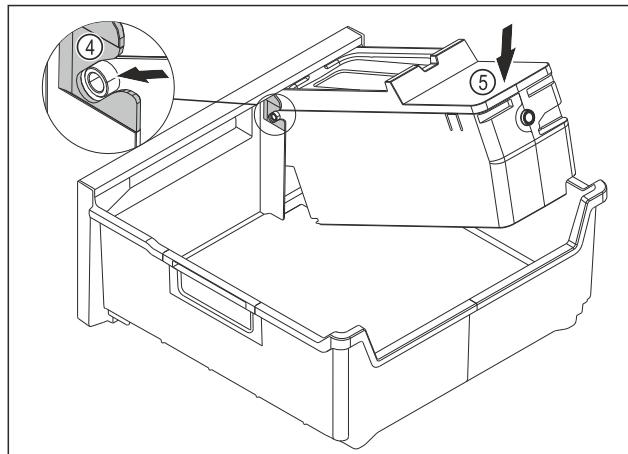

Fig. 145
- Montirajte glavni del EasyTwist-Ice: Osi glavnega dela EasyTwist-Ice potisnite v vodila Fig. 145 (4).
- Glavni del EasyTwist-Ice Fig. 145 (5) potisnite zadaj navzdol.